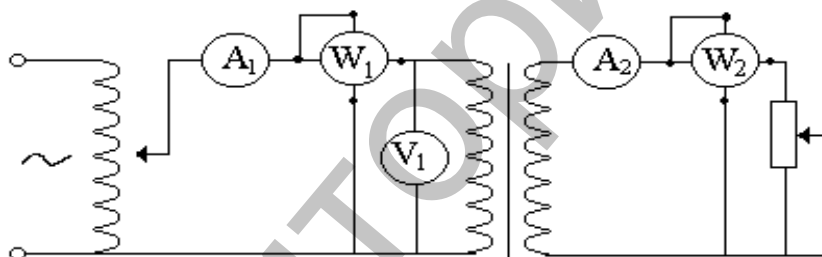

Рис. 3.
7. Соберите электрическую цепь по схеме, изображенной на рис. 3, для исследования рабочего режима трансформатора.